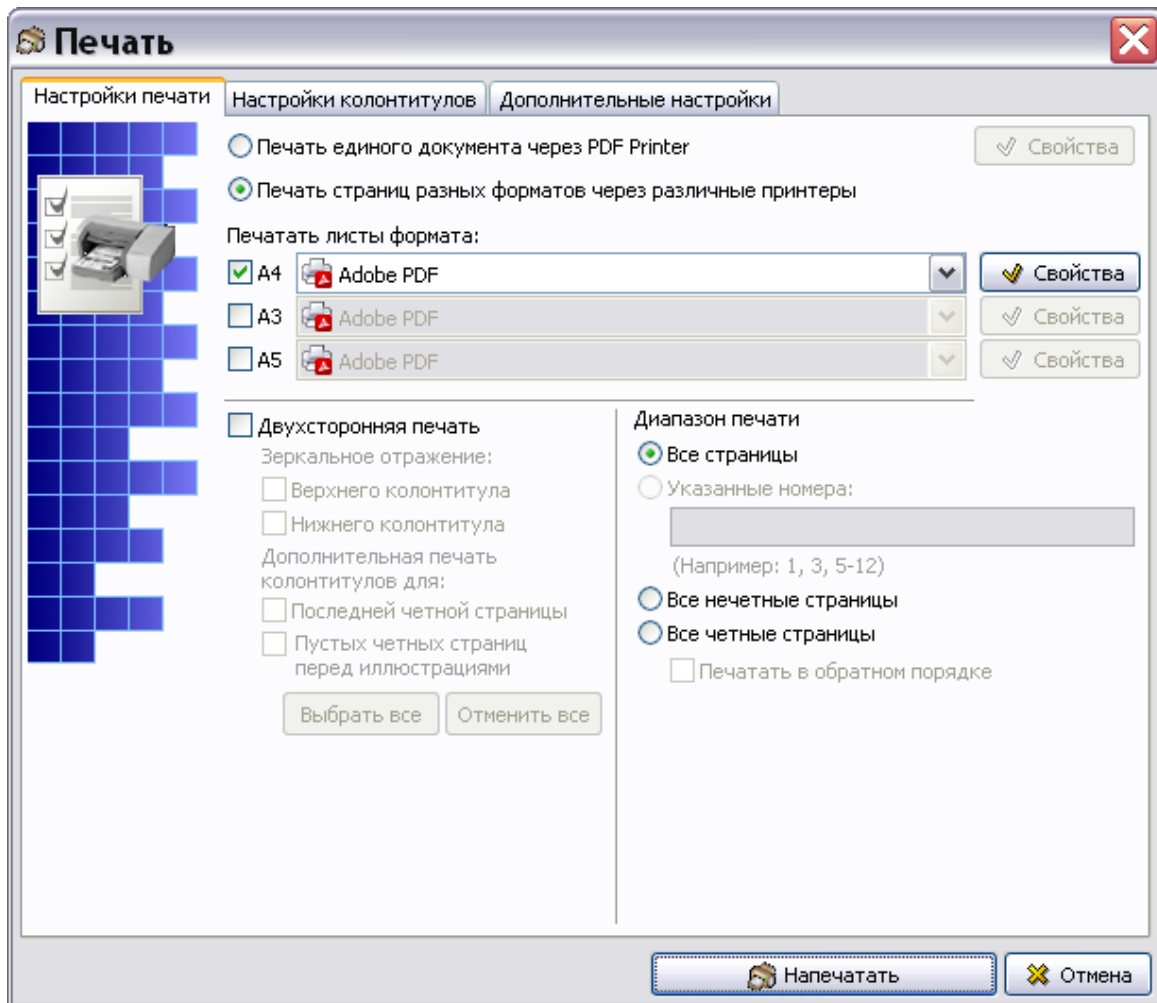

Рис. 21.67
8. В нижней части окна **Пакетная печать** нажмите на кнопку  **Печать ...**. После этого откроется диалоговое окно **Печать** (Рис. 21.67).